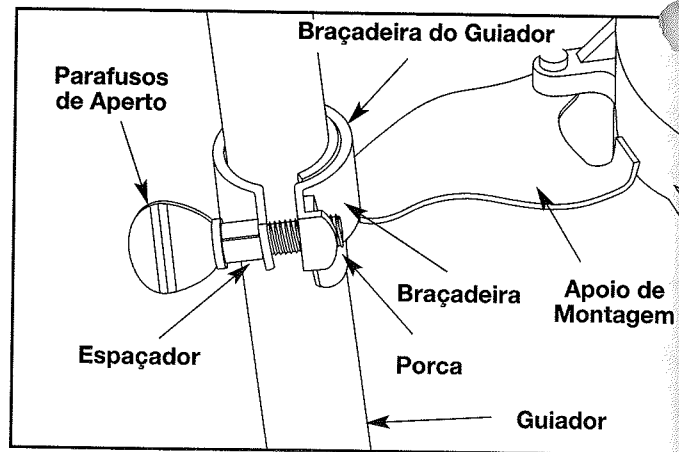

Fig. 6
5. Faça deslizar as duas (2) braçadeiras do guiador sobre os apoios de montagem (Fig. 6).
6. Centre o guiador e aperte uniformemente as duas (2) braçadeiras dos apoios de montagem e os quatro (4) parafusos das braçadeiras do guiador até que o guiador esteja bem fixo. (Figs. 6 e 7).